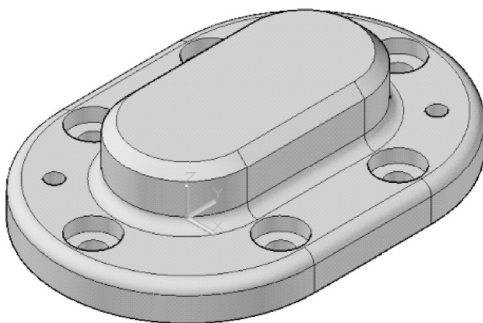

图 11-9 泵盖零件的三维模型
1) 打开本书配套光盘中的“测量体积 2.dwg”图形文件, 该图形文件存在着一个泵盖零件的三维模型, 如图 11-9 所示。